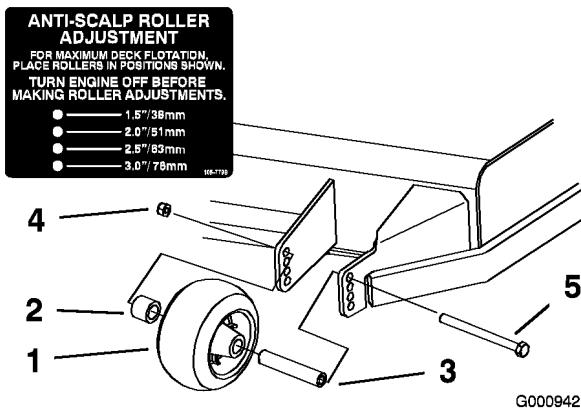
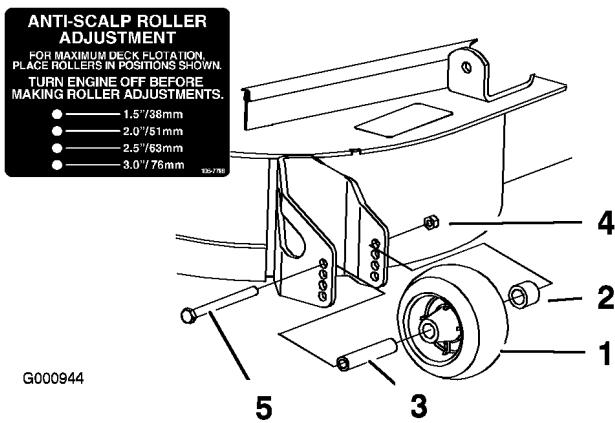
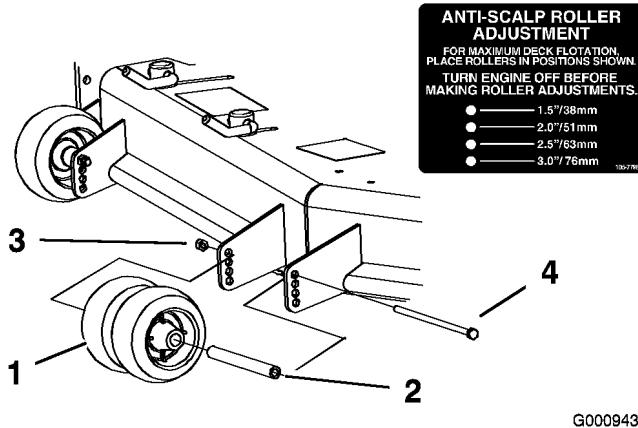

Figura 21
Figura 23
Figura 22
3. Después de ajustar la altura de corte, ajuste los rodillos retirando la tuerca con arandela prensada, el casquillo, el espaciador y el perno (Figura 21, Figura 22, y Figura 23).
- Nota:** Los dos rodillos centrales no tendrán espaciador (Figura 22).
5. Instale la tuerca con arandela prensada, el casquillo, el espaciador y el perno. Apriete a 54-61 Nm (Figura 21, Figura 22 y Figura 23).